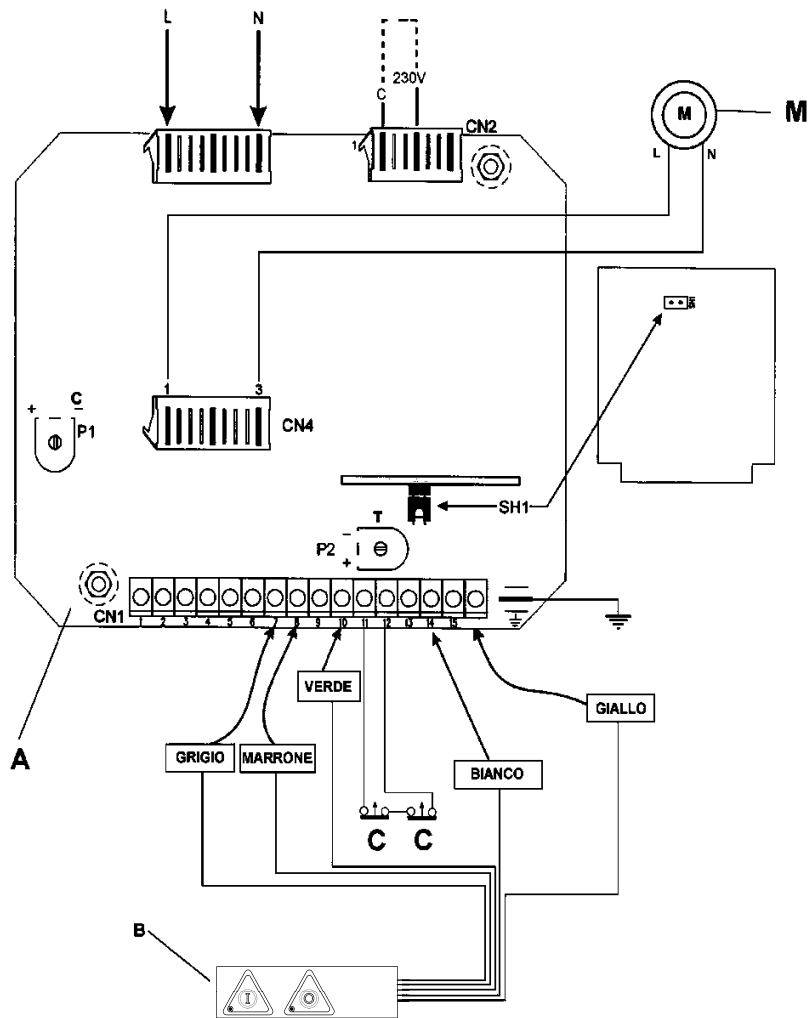

Fig.2.6.2
2.6.2 - Schema elettrico monofase a 230V (Fig. 2.6.2)